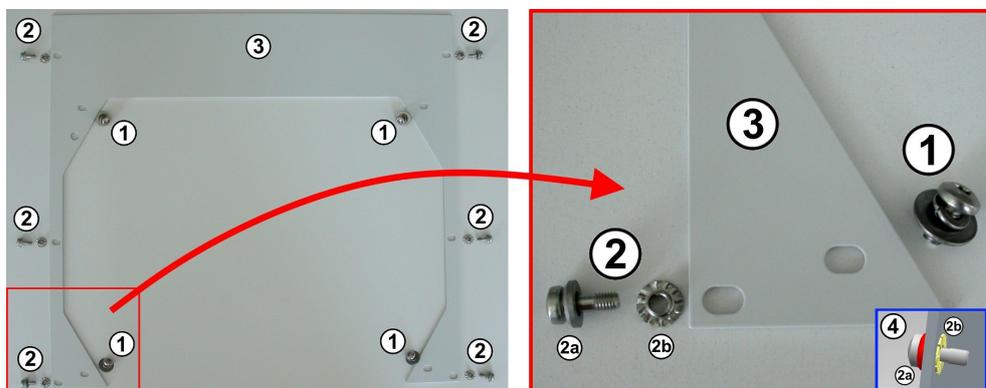

Figure 6-6 : Faire correspondre les vis et les rondelles aux différents de la feuille de métal de couverture de bâti
8. Fixez les six vis, les rondelles et les prises de terre (marquées (2) au Figure 6-6) aux six trous extérieurs de la feuille de métal de couverture de bâti.
Assurez-vous d'insérer les prises de terre (2b) à partir de la face arrière de la feuille de couverture, et les vis M5 et les petites rondelles (2a) à partir de la face avant. Le résultat est indiqué en détail (4) au Figure 6-6. Une fois insérées et vis-
10. Fixez la feuille de métal de couverture du bâti sur les **écrous cage M5** dans le bâti à l'aide des six vis (2) à la Figure 6-6.
11. Fixez la feuille de métal de couverture du bâti à la chambre, en utilisant les quatre vis et rondelles (1) à la Figure 6-6.